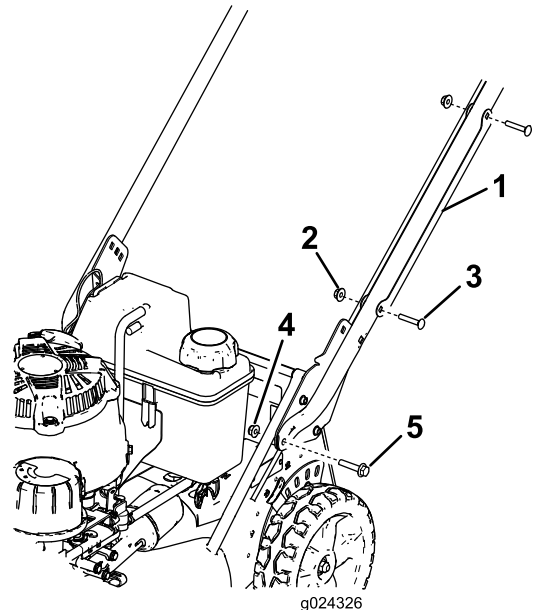

Figure 3
hexagonale (5/16 x 1½ po) et de 2 écrous à embase (5/16 po), comme montré à la Figure 3.
6. Positionnez le protège-câble sur le guidon en recouvrant le(s) câble(s), et fixez-le solidement au guidon au moyen des 2 boulons de carrosserie et des 2 contre-écrous retirés précédemment (Figure 3).